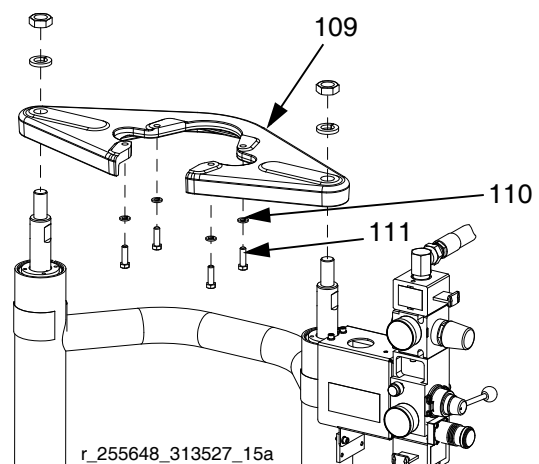

FIG. 27 : NXT sur D60 avec élévateur
- b. *Pour les NXT équipés d'un cylindre plus petit :* si le moteur a été retiré, serrez les vis de réglage (111) et les rondelles (110) sur le support de montage (109). Consultez la FIG. 27, page 27.
1. À l'aide d'un palan, fixez le moteur sur le plateau de montage (109) en utilisant les vis (111) et les rondelles (110). Consultez la FIG. 27, page 27.